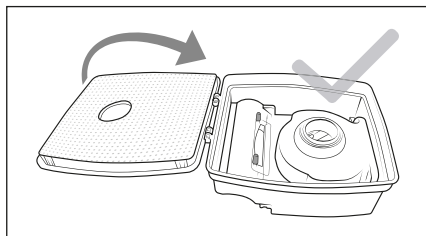

Fig. 11
- 7) Bashkangjitni filtrin EPA **7** në kapakun e koshit të pluhurit **12** dhe mbylleni atë (shih Fig. 11).